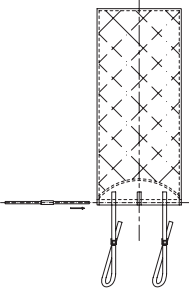

Figura 5
4. Enganche cada correa alrededor de la almohadilla de planchado (Figura 5). **Tip:** Usted puede tirar de las correas a través de los sujetadores para ajustar a un largo adecuado que acomode la puerta.